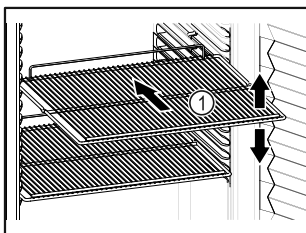

Fig. 56
- Dacă grătarele tip poliță Fig. 56 (1) pot fi mutate, adaptați-le în funcție de înălțime.